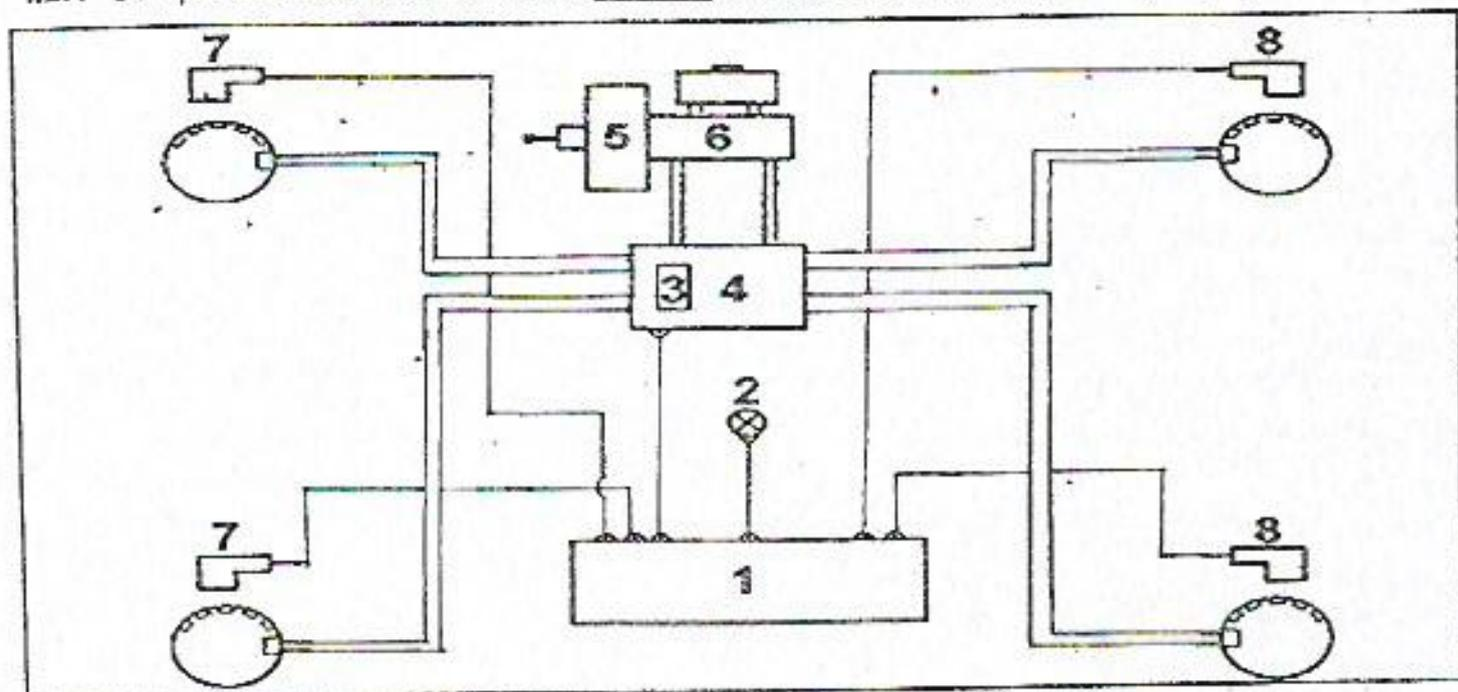

Figure 2 : Système de freinage ABS
I.2.4 Complétez le tableau 2 ci-dessous relatif à la figure 2.
La figure 2 ci-dessous est un système de freinage ABS, incomplètement représenté. Ce système est souvent associé au système ASR.
I.2.1 Compléter le branchement de la figure 2 afin de la rendre fonctionnel. (1.5 pt)